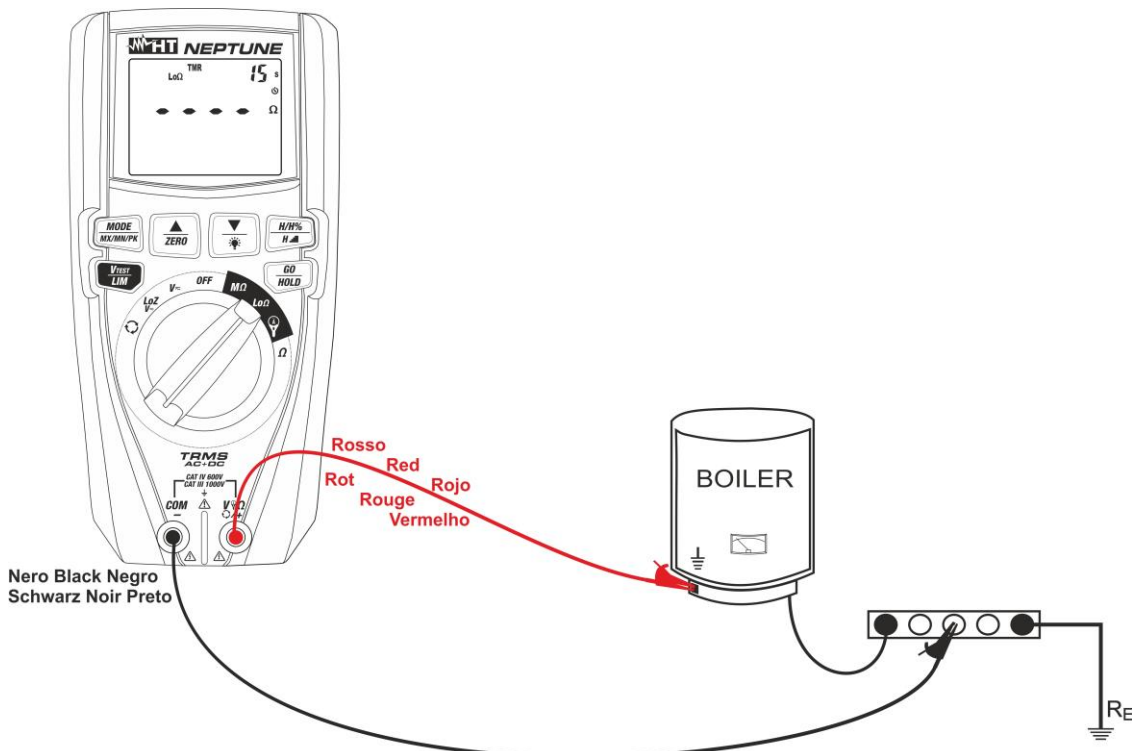

Fig. 29: Uso dello strumento per misura continuità in modo TMR
7. Inserire il conduttore rosso nel terminale di ingresso **V Ω +** e il conduttore nero nel terminale di ingresso **COM/-** e collegare lo strumento all'impianto in esame (vedere Fig. 29)